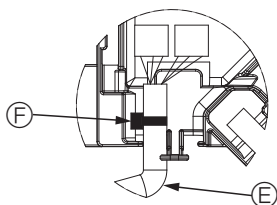

Fig. 5-11
- Plasser båndet som fester spjeldmotoren i koblingsboksen som vist i diagrammet. (Fig. 5-11)